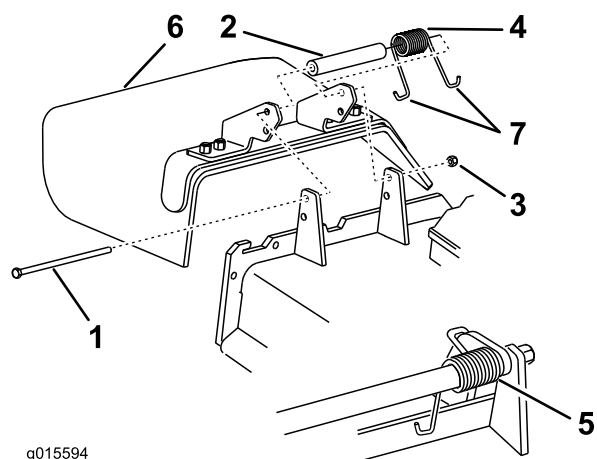

Figure 101
1. Retirez le contre-écrou, le boulon, le ressort et l'entretoise qui fixent le déflecteur aux supports de pivot (Figure 101).
2. Enlevez le déflecteur s'il est endommagé ou usé (Figure 101).
Remarque: Prenez soin de placer une extrémité en **J** du ressort derrière le bord du tablier avant de mettre le boulon en place, comme montré à la Figure 101.
6. Accrochez l'extrémité en **J** du ressort au déflecteur d'herbe (Figure 101).